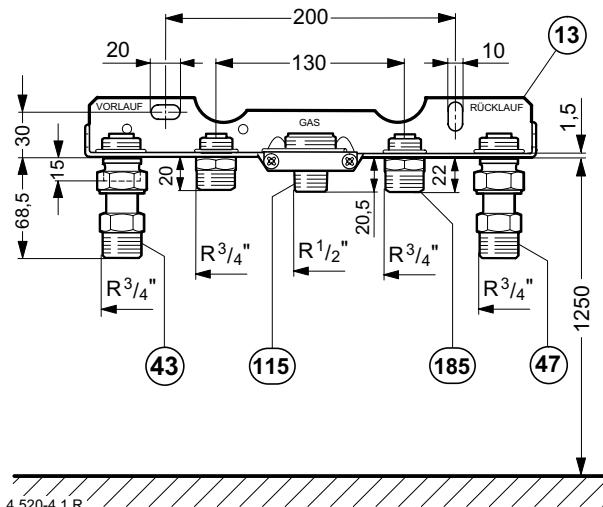

Bild 3
- Abstand zwischen der Montageanschlussplatte (13) und Oberkante Fertigfußboden, siehe Bild 3.
- Montageanschlussplatte (13) montieren.